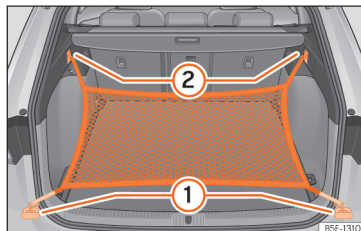

Abb. 133 Im Gepäckraum: Ösen (1) und Haken (2) zum Einhängen des Gepäckraumnetzes.
- Hängen Sie die kurzen Haken des Netzes in die Verzurrösen » Abb. 133 (1) » ⚠ ein. Der Reißverschluss des Gepäckraumnetzes muss dabei nach oben zeigen.
- Befestigen Sie die Spanngurte in den Taschenhaken (2).